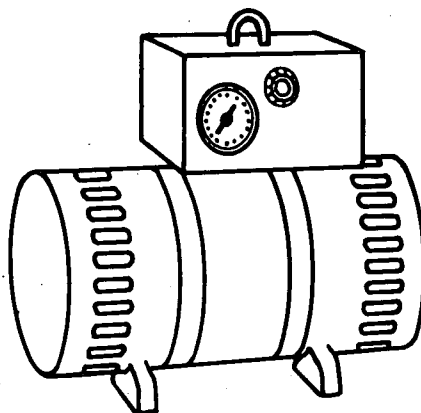

Fig. 1
a) Acionadas por motor elétrico (fig. 1).